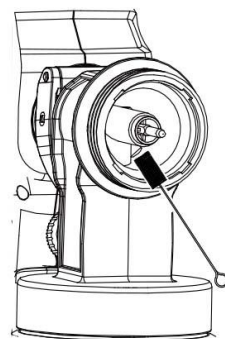

fig. 21
13. Nettoyez toutes les pièces en faisant particulièrement attention au nettoyage des interstices de l'aiguille (fig. 21).